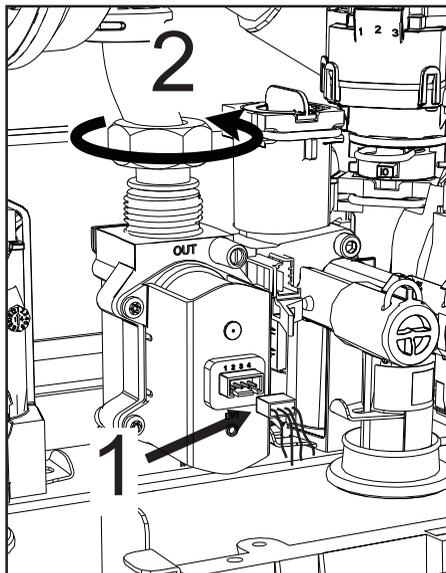

fig. 58
- Deconectați conectoarele electrice „1” (fig. 58).
- Deconectați furtunul de alimentare cu gaz „2” (fig. 58)